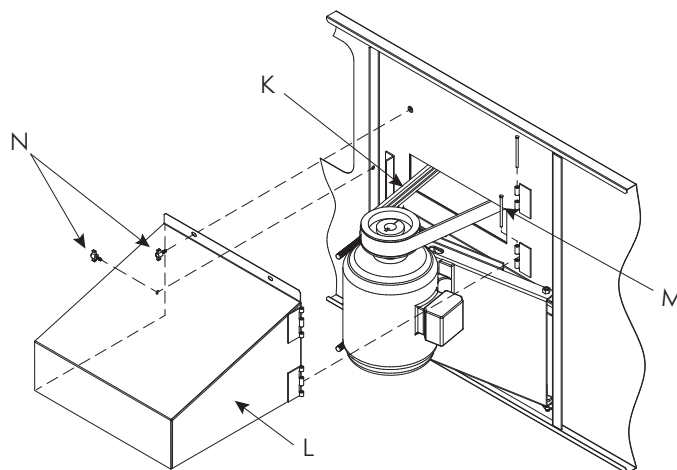

Figura 18b – Instalación de protección de motor y correa de banda de potencia
7. Instale la correa de banda de potencia **K** (**Figura 18b**) alrededor de la polea del ventilador y la polea del motor. Ajuste la correa ajustando las tuercas en los pernos en **J**. No ajuste las correas demasiado. El centro de la correa debe desviarse aproximadamente 3/4" (19 mm) en el plano horizontal con presión manual moderada.
10. Para instalar la protección del motor **L**, una las bisagras e instale los pasadores **M** como se muestra en la **Figura 18b**.